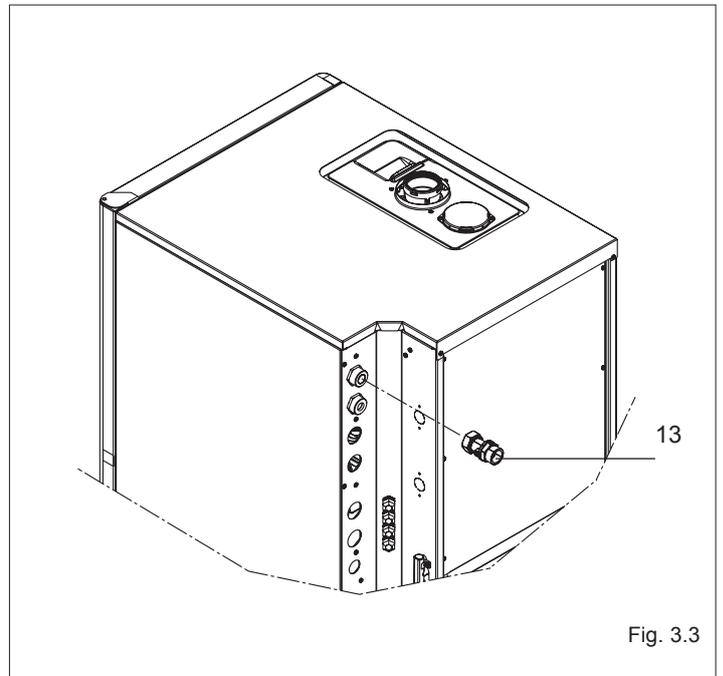

Fig. 3.3
- ⚠ Installare la valvola di non ritorno fornita in dotazione sulla mandata impianto MI (vedi fig. 3.3)